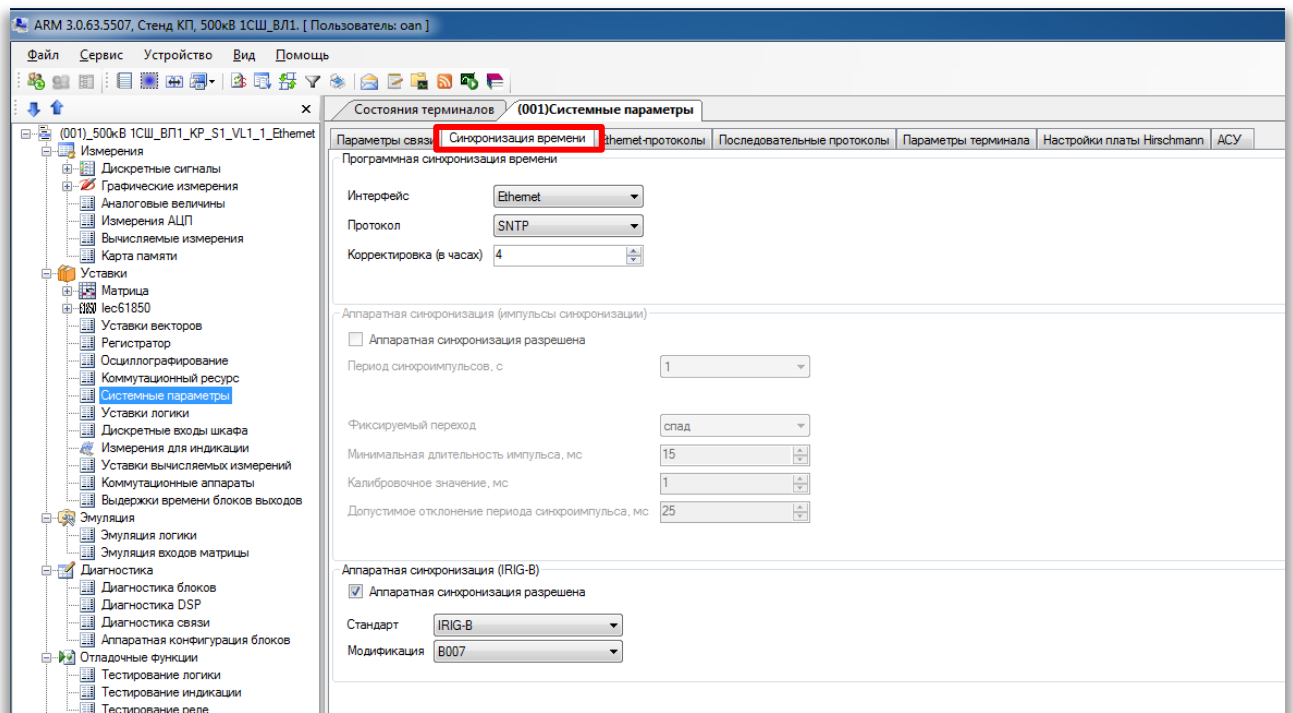

Рисунок 2 – Синхронизация времени
2.1.5 Выбрать вкладку **Синхронизация времени** (см. рисунок 2).